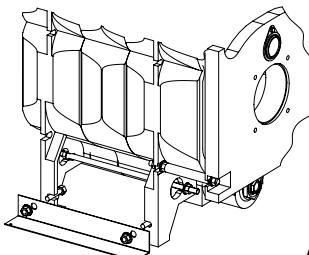

Рис.8
- B: В отверстия (рис. 8), находящиеся около ножек корпуса котла, винтами M8 12 закрепите обе консоли (8), используя при этом соответствующие засечки.